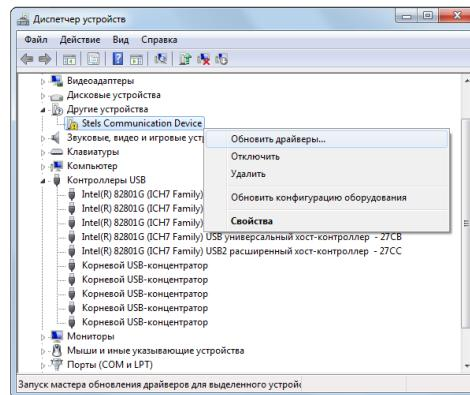

Рис. 5.3. Окно Диспетчер устройств
3. Откройте окно *Диспетчер устройств* (меню *Пуск* → *Панель управления* → *Диспетчер устройств*). В дереве устройств щелкните правой кнопкой мыши по строке *Stels Communication Device* и в появившемся меню выберите *Обновить драйверы* (рис. 5.3).